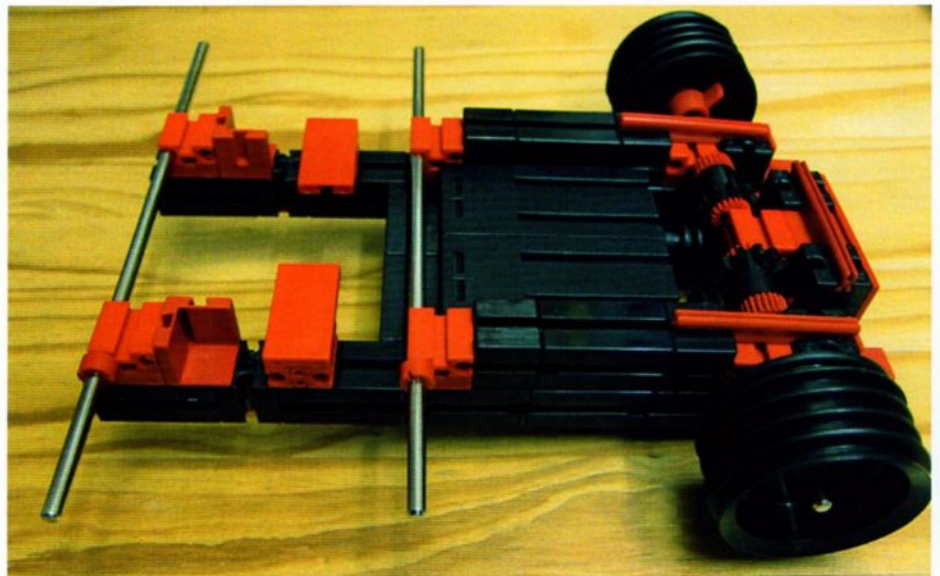
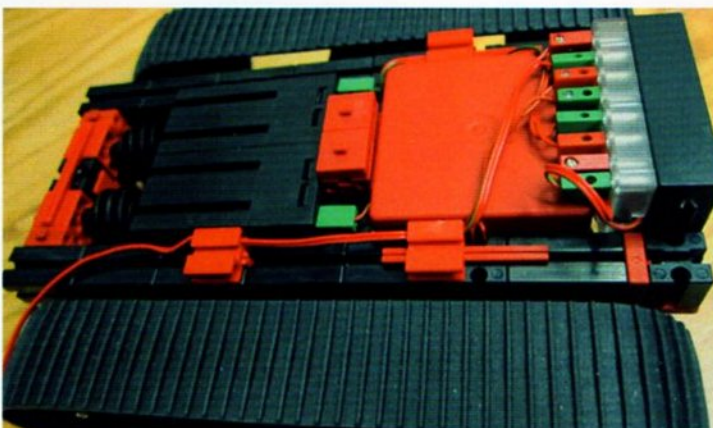

Abb. 5: Montage der Querachsen im Gestellrahmen.
Abb. 6: Unterbringung von Akku und IR-Empfänger.
Das Gestell wird gemäß Abb. 5 weiter ausgebaut. Dazu brauchen wir die Metallachsen 150 aus dem Kasten „Power Machines“, wobei Platz für Akku und Infrarot-Empfänger (IR) gemacht wird. Der Akku wird umgekehrt platziert, um auf der Oberseite Platz für den Drehkranz zu haben (siehe Abb. 6).
Man sieht in Abb. 6 oberhalb der Querverbindung zum Gestell auch bereits einen Teil der Befestigung für den Drehkranz. Ein Problem dieses Rahmens ist die Lage der Löcher zur Versorgung der XM-Motoren. Es gibt nur eine Anschlussmöglichkeit. Der eine Stecker sitzt genau über der Querverbindung, der andere genau unter ihr. Die Nabenmutter der anzutreibenden Felgen müssen sehr gut festsitzen. Nach der Montage der Felgen müssen die beiden Achsen nach außen geschoben werden, um die Raupenbänder zu straffen. An der Antriebsachse müssen die Schnecken-Baugruppe und beide Motoren in den Gestellrahmen geschoben werden.